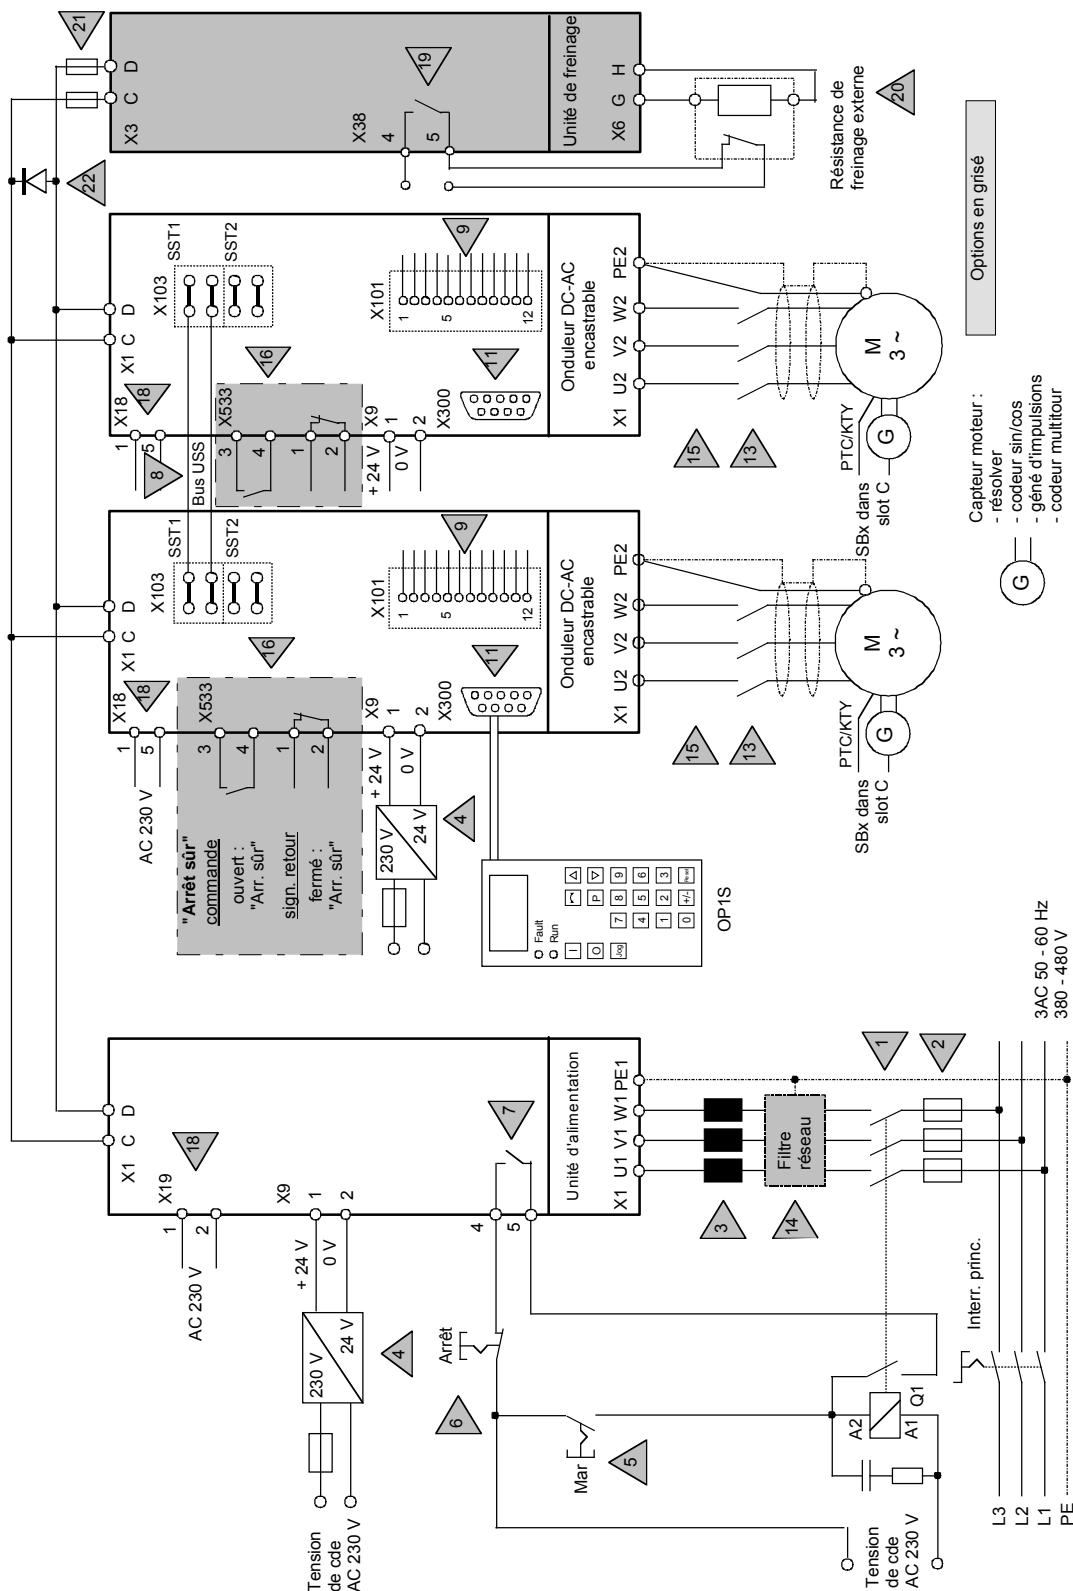

Fig. 2-6
- Entraînement multiaxe avec appareils de forme encastrable (voir fig. 2-6 à la page 2-11)